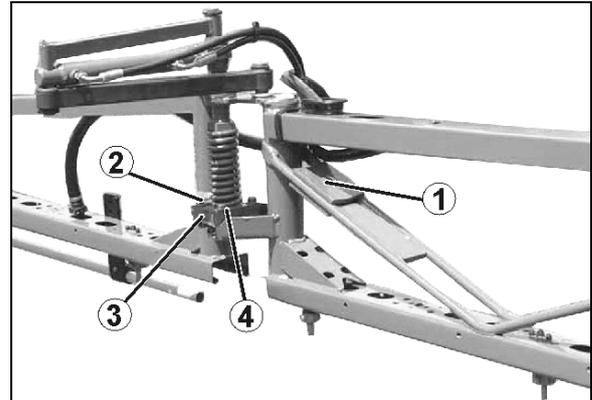

Fig. 189
- Achten Sie auf die jeweilige Einbaulage der saug- und druckseitigen Ventile, bevor Sie die Ventilgruppen (Fig. 189/5) herausnehmen.
- Achten Sie beim Zusammenbau darauf, dass die Ventilfehrung (Fig. 189/9) nicht beschädigt wird. Beschädigungen können zum Blockieren der Ventile führen.
- Die Muttern (Fig. 189/1, 2) unbedingt kreuzweise mit dem angegebenen Drehmoment anziehen. Unsachgemäßes Anziehen der Schrauben führt zu Verspannungen und somit zur Undichtigkeit.
2. Muttern (Fig. 189/1,2) entfernen.
3. Saug- und Druckkanal (Fig. 189/3 und Fig. 189/4) abnehmen.
4. Ventilgruppen (Fig. 189/5) herausnehmen.
5. Überprüfen Sie Ventilsitz (Fig. 189/6), Ventil (Fig. 189/7), Ventilsfeder (Fig. 189/8) und Ventilfehrung (Fig. 189/9) auf Beschädigungen bzw. Abnutzung.
6. Den O-Ring (Fig. 189/10) entfernen.
8. Ventilgruppen (Fig. 189/5) nach Prüfung und Reinigung montieren.
9. Neue O-Ringe (Fig. 189/10) einsetzen.
10. Saug- (Fig. 189/3) und Druckkanal (Fig. 189/4) an das Pumpengehäuse anflanschen.
11. Ziehen Sie die Muttern (Fig. 189/1,2) kreuzweise mit einem Drehmoment von **25 Nm (BP 160-185) / 20 Nm (AR 250-280)** an..